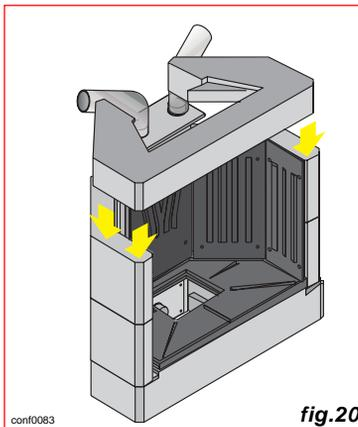

fig.20
11) Dopo aver posizionato i fianchi collocare il sottocappa come indicato in fig.20.